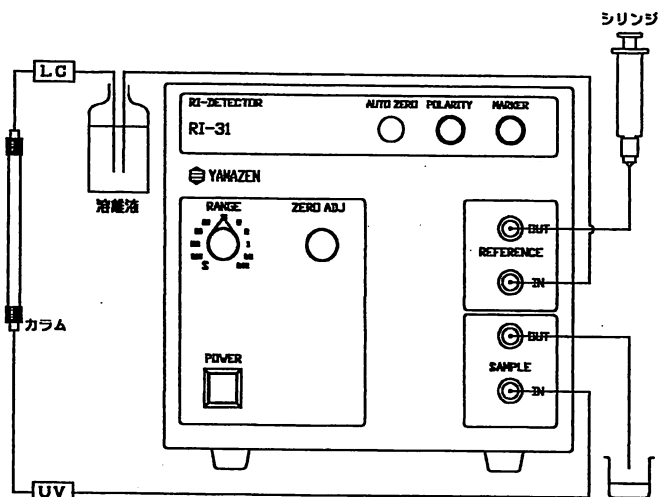

図.6 流路配管図
2. 図.6 流路配管図 (P.10) のように配管し、リファレンス液出口に接続しているコネクタ付注射針に付属のシリンジを取り付け、ピストンを手前に引いてリファレンス液を 20~30ml 通液します。次にシリンジを外し、コネクタ付注射針の末端をピーカー等の廃液ビンで受けながら、10~20ml 程度自然落下させます。充分にリファレンス液の交換が行われましたら、付属のテフロン栓を用いて、コネクタ付注射針の末端に栓をします。尚、リファレンス液の入った容器が RI よりも高い位置に置いてあれば、次にリファレンス液を交換するときには、このテフロン栓を外すだけで液が流れますので便利です。